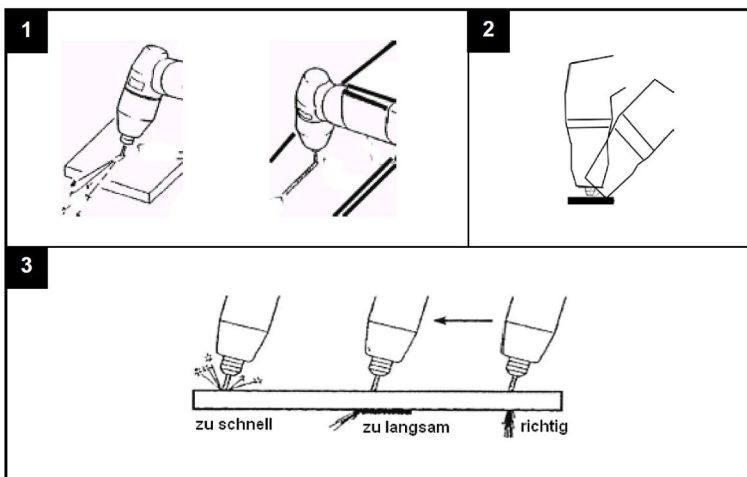

Abb. 6-5: Arbeiten mit der Plasmaschneidanlage
- ☞ Halten Sie während des Schnitts eine mittlere, gleichförmige Geschwindigkeit ein. Verwenden Sie einen Vorlaufwinkel von 5° - 15° in Schnittrichtung. Die Abbildung 6-5 Punkt 3 gibt die Resultate einer falschen Schnittgeschwindigkeit wieder.